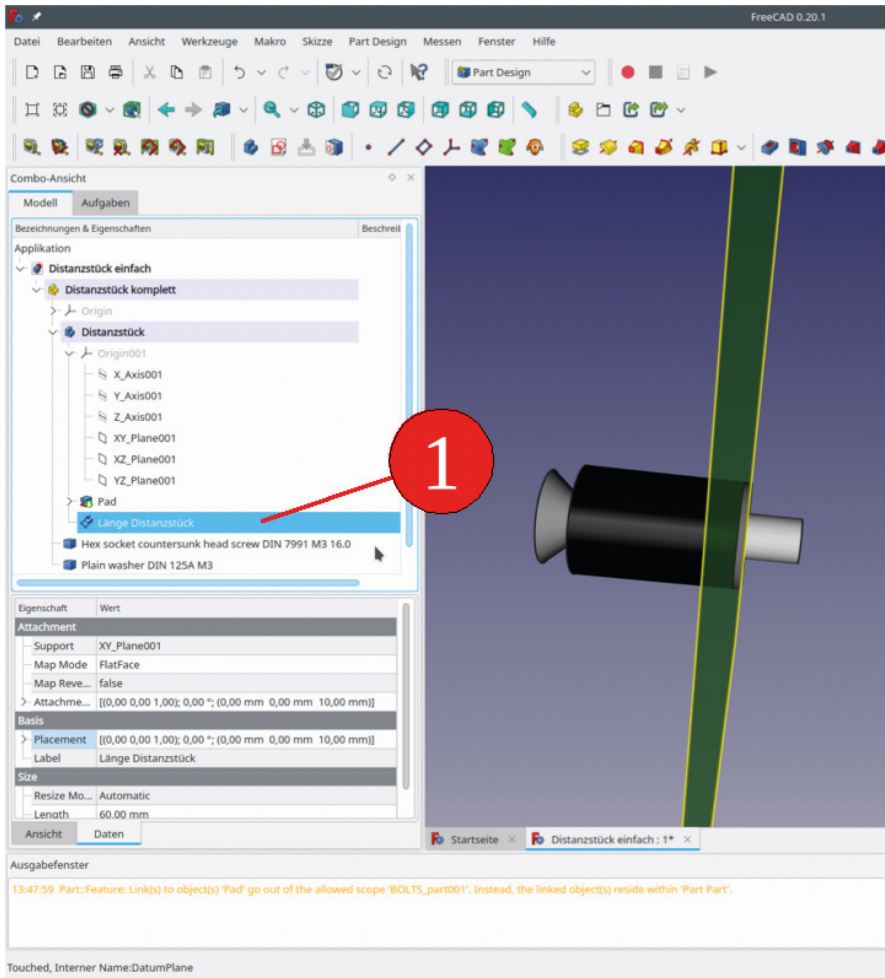

Bild 4-20
13. In der Baumannsicht die neue Referenzebene (erscheint unten neu als "Datum-Plane") in "Länge Distanzstück" umbenennen (Bild 4-20). Klare Bezeichnungen sind später nützlich!